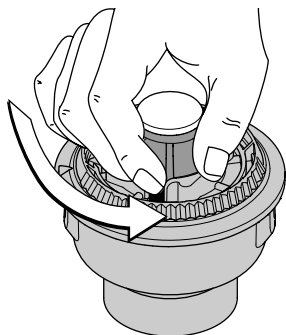

Fig. 20
- Tenez la bobine extérieure et dévissez le bouton de butée à gauche (Fig. 20).